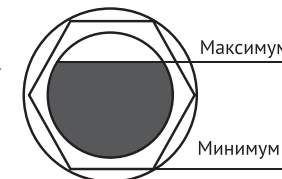

Рис. 3
9.4. Перед запуском компрессора проверьте уровень масла в картере, он должен соответствовать среднему значению, между максимальным и минимальным уровнем в контрольном окне уровня масла (рис.3).
- снять использованный ремень, очистить ведущий (рис.5 поз.3) и ведомый (рис.3 поз.2) шкивы от загрязнений;